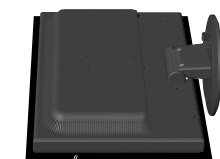

Рисунок R.1
- Положите монитор экраном вниз на неабразивную поверхность (Рисунок R.1).